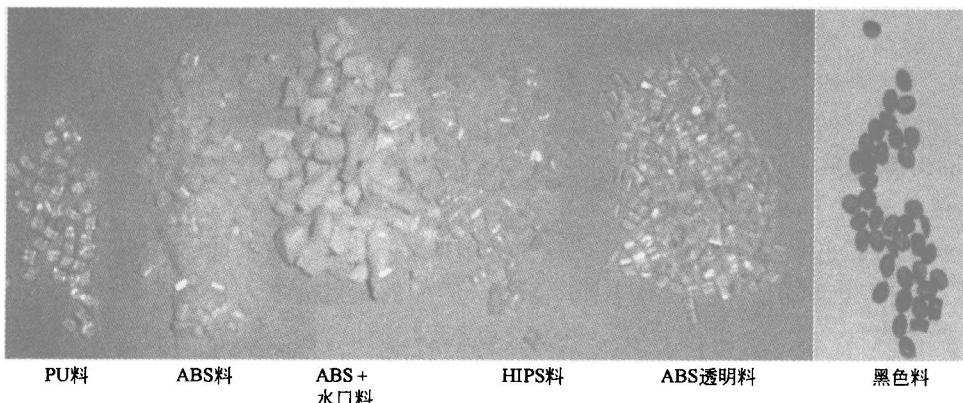

图 1-2 颗粒状态的塑料
(2) 热塑性塑料 出厂的原料一般是颗粒形状，如图 1-2 所示。具有线性分子链或支链形结构（见图 1-1a、b），加热后熔化、冷却后固化，再加热后又可以熔化，可以反复多次进行。但高于熔化温度过多、加热时间过长也会烧焦汽化。热塑性塑料又分为通用塑料和工程塑料。通用塑料产量大、用途广、价格
常温下的塑料为固态，又称为玻璃态。新出厂原包装的塑料有白色、淡黄色、透明的，形状像高粱米粒那么大小的颗粒（见图 1-2）。其他颜色多半是另外加入色粉或色母着色而成。